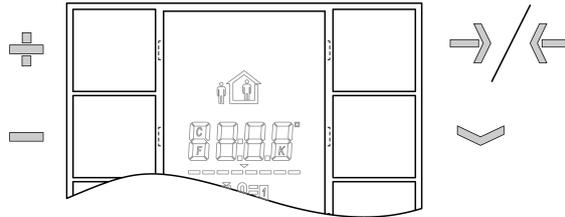

рисунок 2: Кнопки меню
- Перейти в меню: одновременно нажать обе самые верхние кнопки (рисунок 2).